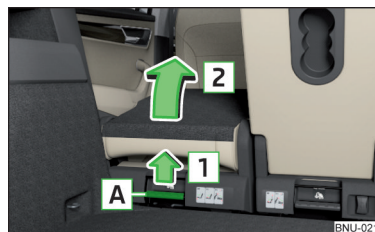

Fig. 87
- Tire de la palanca **A** » fig. 87 en el sentido de la flecha **1** y abatir el asiento en el sentido de la flecha **2**.